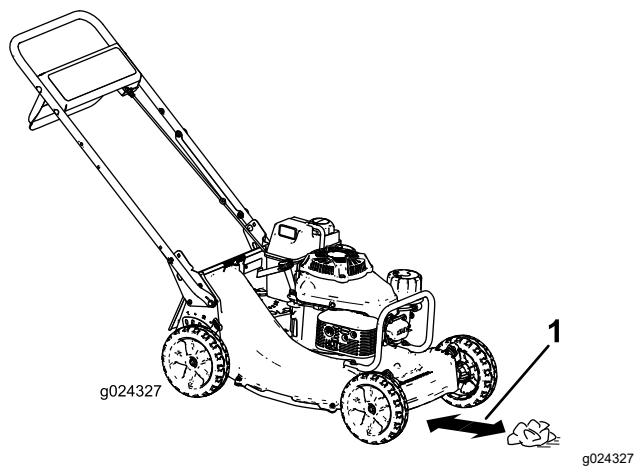

Figure 16
- Placez la boule de papier journal à 13 cm (5 po) devant la machine (Figure 16).